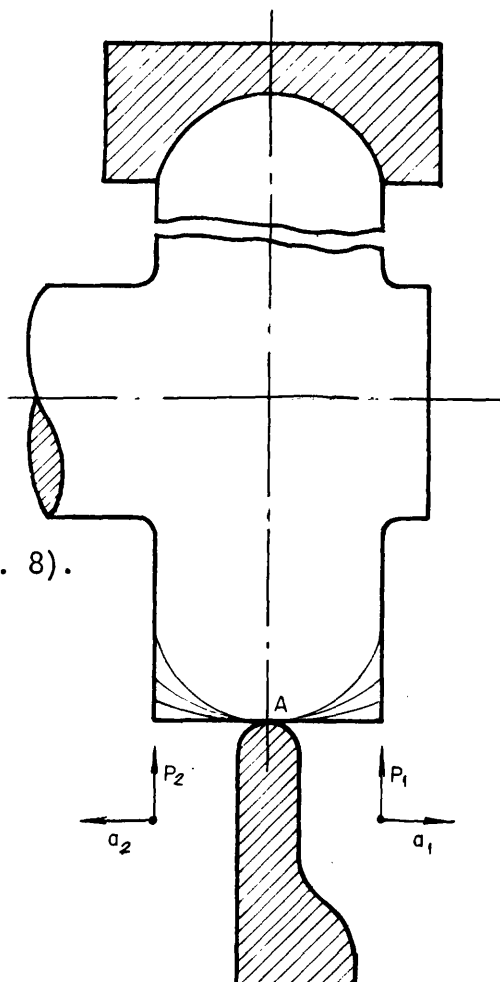

Fig. 8
- a Ubique la herramienta frente a la parte más saliente de la superficie A (fig. 8).
- b Con movimiento de avance (a_1) y profundidad (p_1) simultáneos realice la pasada (1).
- c Vuelva al punto A y con avance (a_2) y profundidad (p_2) simultáneos, haga la pasada (2) (fig. 8).